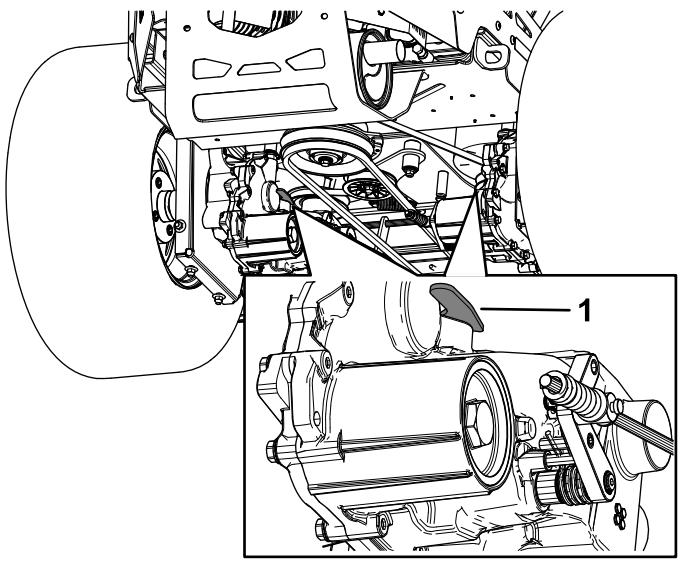

Figura 34
3. Pentru a deplasa maina, deplasați înainte ambele manete de bypass și blocați-le (Figura 34).
5. Pentru a pune în funcțiune maina, deplasați manetele de bypass spre spate și blocați-le (Figura 34).